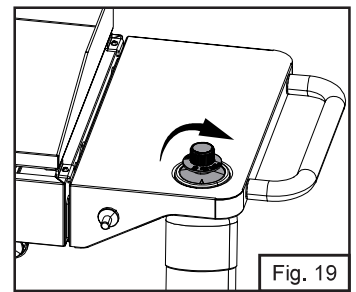

Fig. 19
1. Antes de conectar el cilindro de propano, asegúrese de que ambas perillas de mando estén cerradas (Fig. 19).